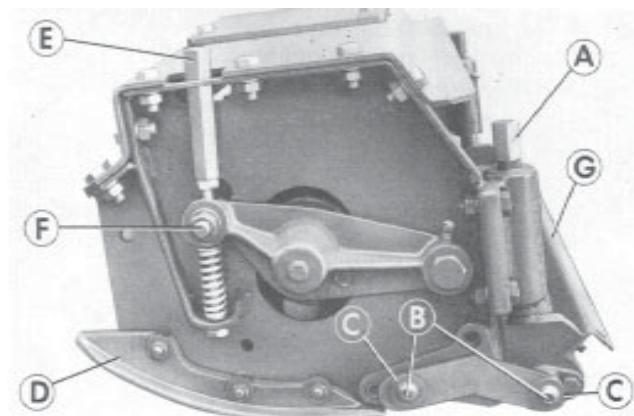

Fig. 4
(a) Klippecyklinders justeringsskruer (E fig. 4).
(b) Cylinderjusteringsmekanismens klemmetap (F fig. 4).
- (a) Klippcylinderns justerskruvar (E fig. 4).
- (b) Cylinderjusterklampens pivå (F fig. 4)